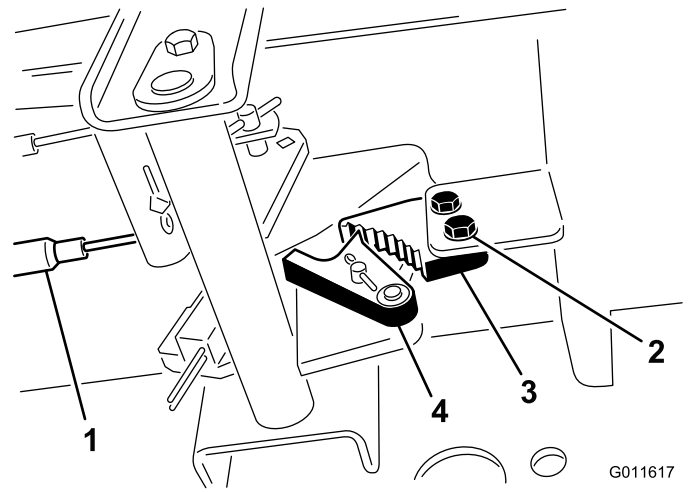

図 37
1. 駐車ブレーキのツメをフレームに固定しているネジ2本をゆるめる(図 37)。
2. ブレーキのツメが戻り止めに完全に掛かるまで駐車ブレーキペダルを前に踏み込む(図 37)。